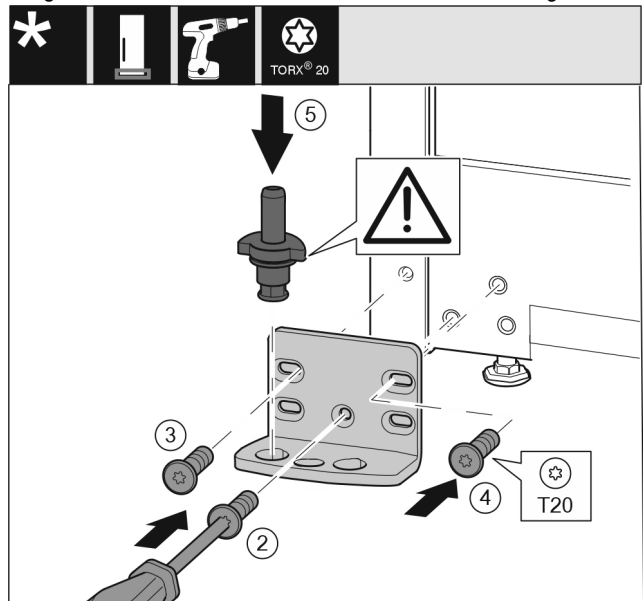

Fig. 15
- Poser le support de palier de l'autre côté et le visser à l'aide d'un tournevis T20. Commencer par la vis 2 en bas au milieu. Fig. 15 (2)
- Visser les vis 3 et 4. Fig. 15 (3,4)
- Mettre en place l'axe de palier complet. Veiller à ce que l'ergot d'encastement soit orienté en arrière. Fig. 15 (5)